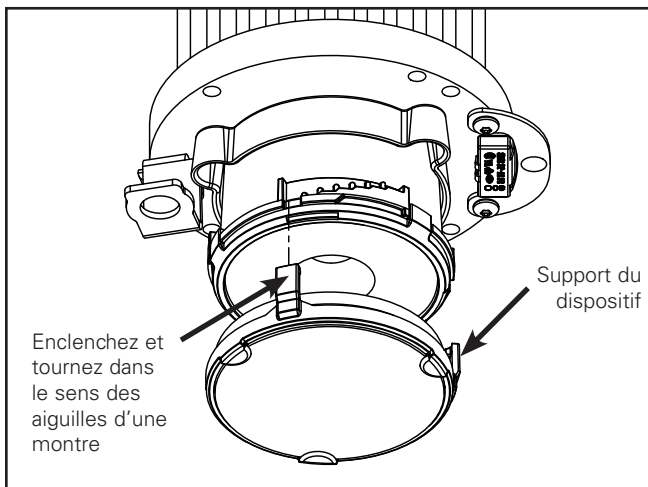

Figure 9
2. Support de dispositif simple ou double aussi offert. Pour l'installer, placez le dispositif sur le support de dispositif. Insérez les fermoirs au bas du mécanisme d'enclenchement à escalier. Tournez dans le sens des aiguilles d'une montre jusqu'à ce qu'il soit serré. (Figure 9).